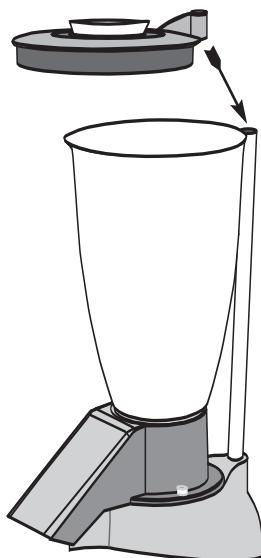
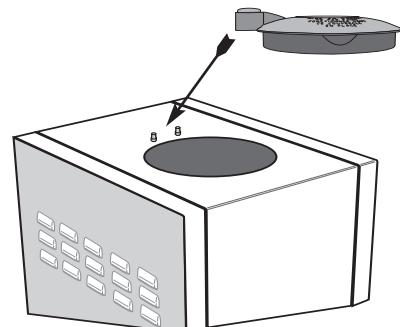

Abb. 5
Abb. 6
- 4** Beim Modell V90 den Deckel einfügen, indem man den Magnetsensor mit dem Ende der Stahlstange in Übereinstimmung bringt (Abb. 5). Beim Modell V100 den Deckel einfügen, indem man den Magnetsensor zwischen die zwei Positionierungsschrauben positioniert (Abb. 6).